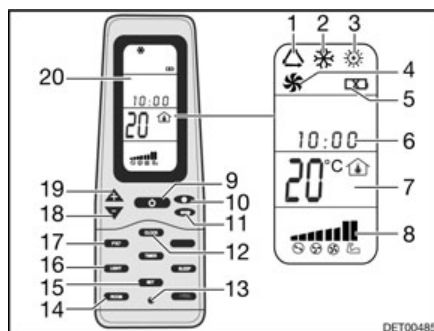

Fig. 191 Télécommande
- Appuyer sur la touche ON/OFF (Fig. 191,9).
- Appuyer sur la touche "Mode" (Fig. 191,11) autant de fois que nécessaire pour que le mode de fonctionnement souhaité (Fig. 191,1, 2, 3 ou 4) s'affiche à l'écran (Fig. 191,20).
- Régler la température désirée à l'aide des touches "+" (Fig. 191,19) et "-" (Fig. 191,18).
- Sélectionner le niveau de ventilation souhaité à l'aide de la touche de vitesse du ventilateur (Fig. 191,10).